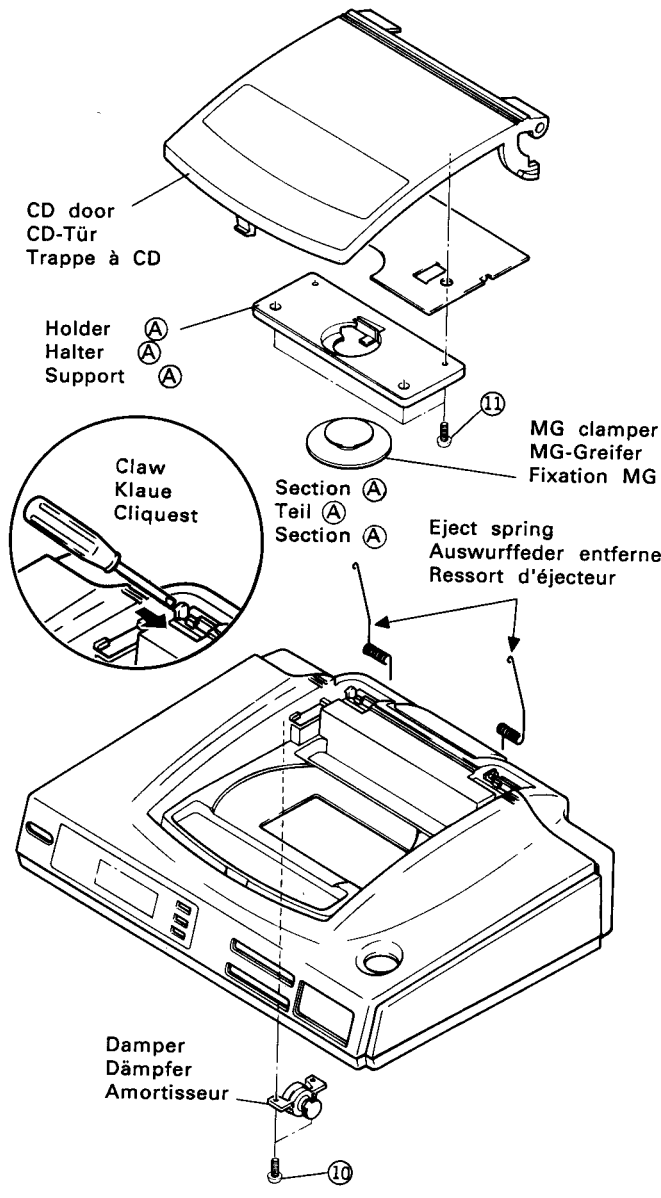

Fig.5
**9. CD-Tür ausbauen (Abb. 5)**
**10. Dämpfer entfernen (Abb. 5)**
**11. MG-Greifer entfernen (Abb. 5)**
**9. Dépose de la trappe à CD (Fig. 5)**
**10. Dépose de l'amortisseur (Fig. 5)**
**11. Dépose de la fixation MG (Fig. 5)**